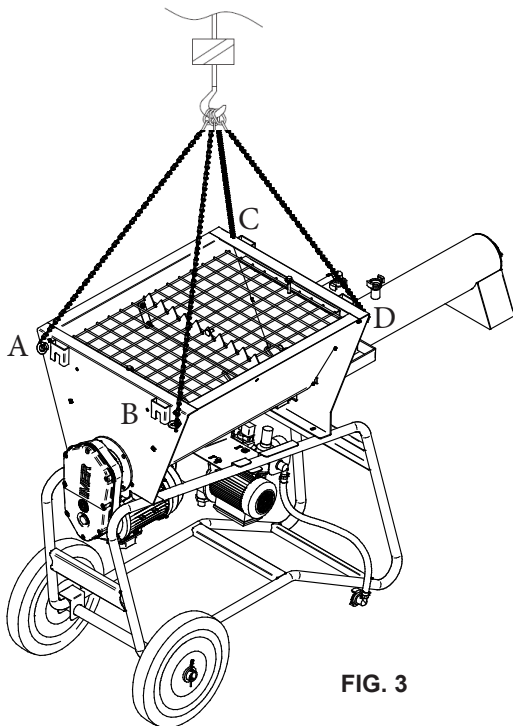

FIG. 3
**- ¡ATENCIÓN!** Para elevar la máquina, emplee exclusivamente los puntos de enganche indicados en la fig. 3.
Para elevar la máquina, sujétela por las cuatro armellas específicas (fig. 3).